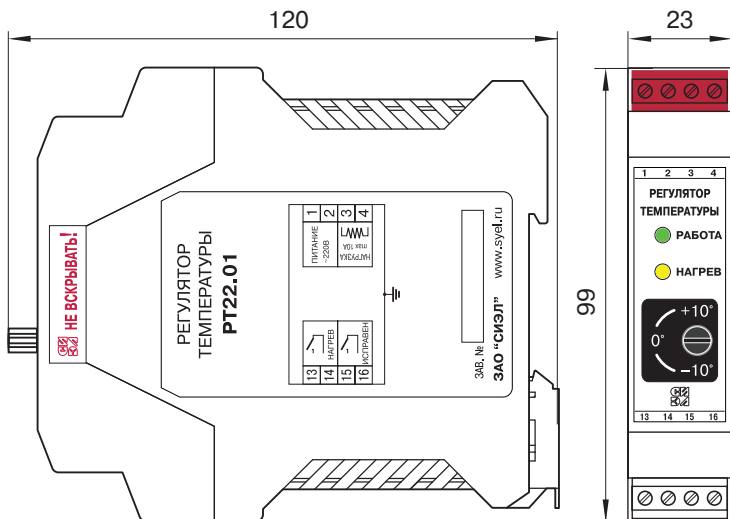

Рис. 1.
- 4.1. Конструктивно регулятор выполнен в пластмассовом корпусе, приспособленном для монтажа на DIN–рейку шириной 35 мм; чертеж общего вида с габаритными размерами представлен на рис. 1.
4.4. Питающая сеть и нагреватели подключаются к разъемному клеммному соединителю ХР1, расположенному с верхней стороны регулятора (рис. 1):